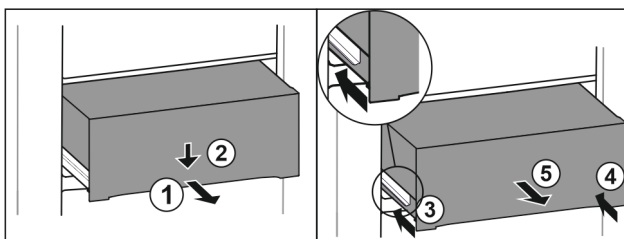

Fig. 121
- ▶ Extrageți pe jumătate sertarul. Fig. 121 (1)
- ▶ Apăsăți în jos sertarul pe partea frontală. Fig. 121 (2)
- ▶ Inșerați șina stângă aproximativ 2 cm. Fig. 121 (3)
- ▶ Inșerați șina dreaptă aproximativ 2 cm. Fig. 121 (4)
- ▶ Extrageți sertarul spre înainte. Fig. 121 (5)